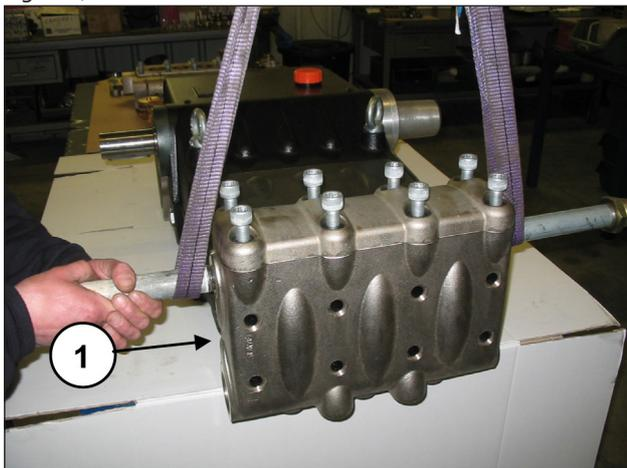
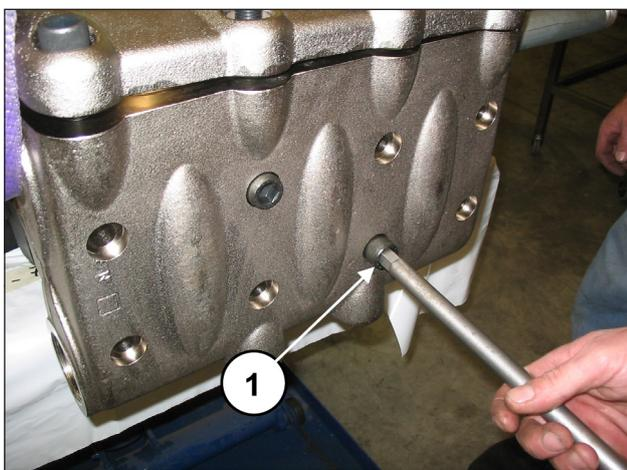

Fig. 134
Fig. 135
Montar la cabeza en el cárter de la bomba (pos. ①, Fig. 134) sin golpear los pistones y apretar los 8 tornillos M16x150 (pos. ①, Fig. 135).
**Apretar en diagonal los 4 tornillos M16x150 internos (ver Fig. 135) y a continuación los 4 externos.**